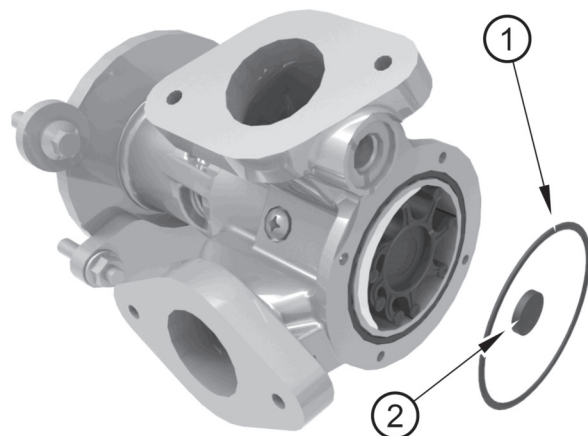

Abbildung 12
3. Vorsicht bei der O-Ringdichtung (Abbildung 12, Nummer 1).